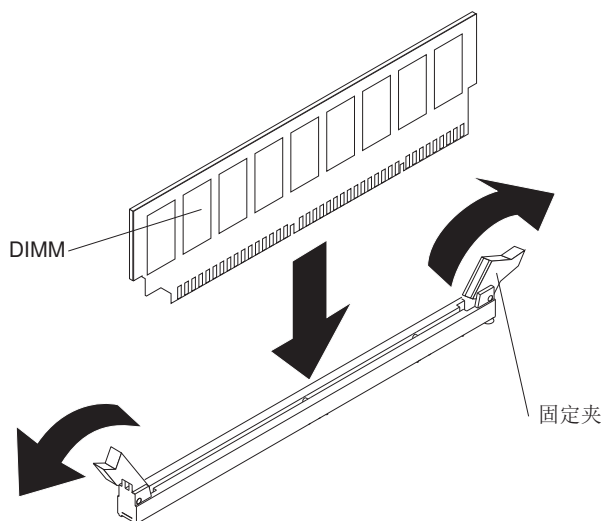

图 81. 安装 DIMM
5. 通过将 DIMM 边缘与 DIMM 插槽两端的槽对齐，将 DIMM 插入插槽中，如图 81 中所示。通过同时在 DIMM 两端施压，用力将 DIMM 垂直向下按压到插槽中。当 DIMM 在插槽中固定归位时，固定夹会咬合到锁定位置中。